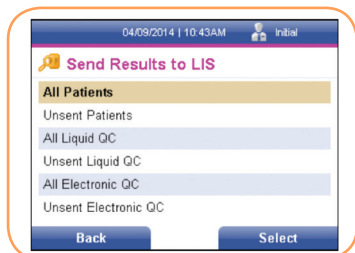

FIGURA 93
2. Mediante la tecla [↓] desplace el cursor al campo de texto Enviar resultados (SIL) y pulse la tecla programable derecha para seleccionarlo. Se muestra la pantalla *Enviar resultados al SIL* (Figura 93).